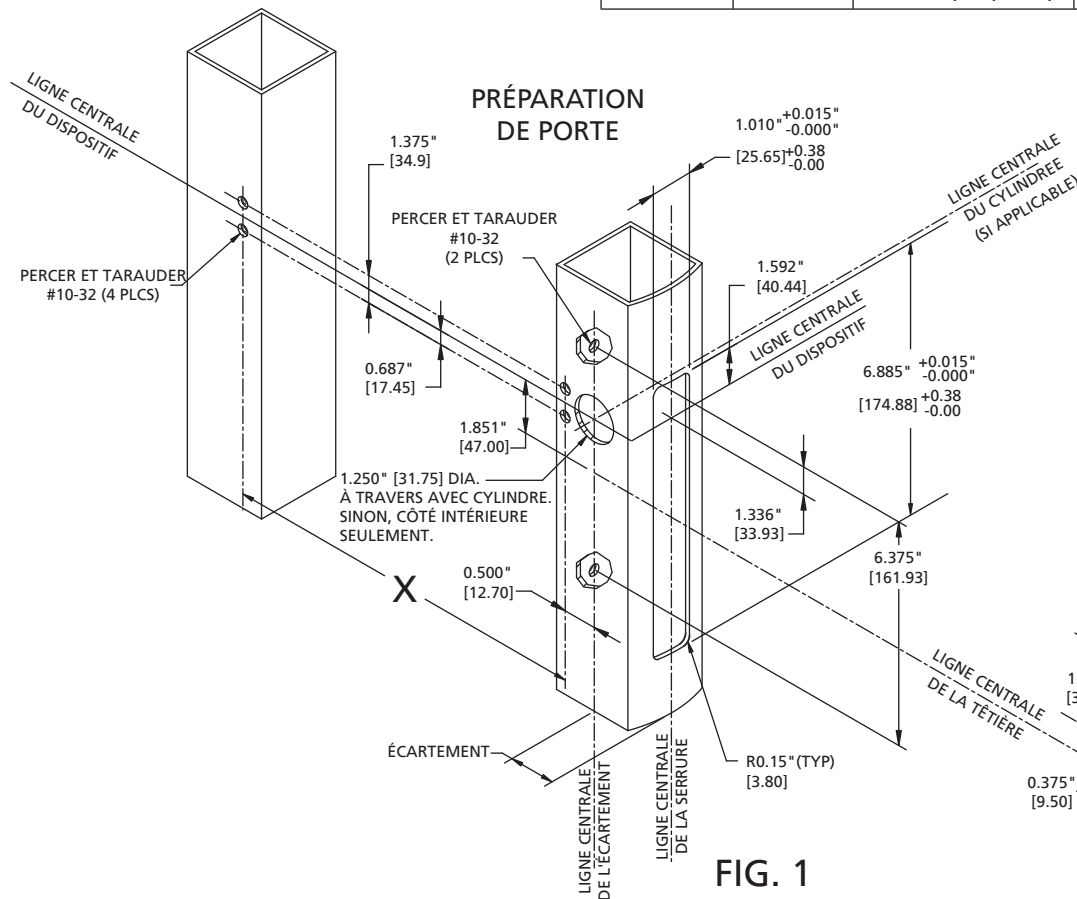
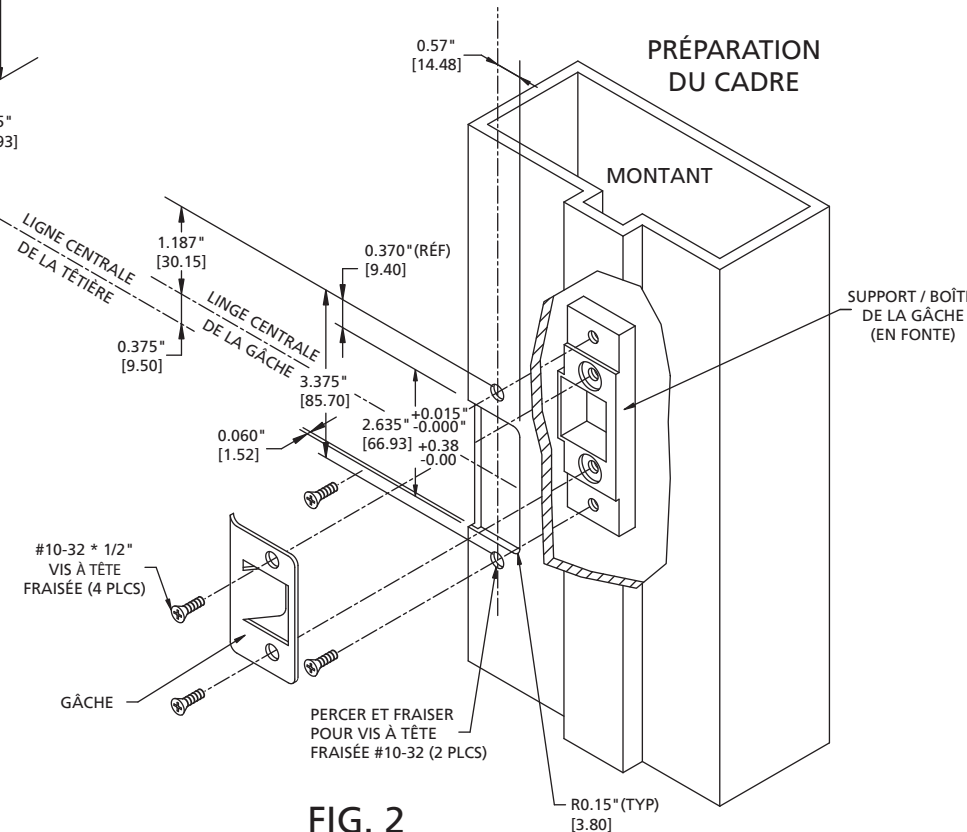

FIG. 1
FIG. 2
## A. PRÉPARATION DE LA PORTE ET DU CADRE (Fig. 1 et Fig. 2) :
1. Localisez et marquez la hauteur de la ligne centrale du dispositif de sortie et les lignes d'écartement. (Voir Fig 1)
2. Localisez et marquez la hauteur de la ligne centrale de la gâche. (Voir Fig 2)
## D. INSTALLATION DE LA GÂCHE (Fig. 2) :